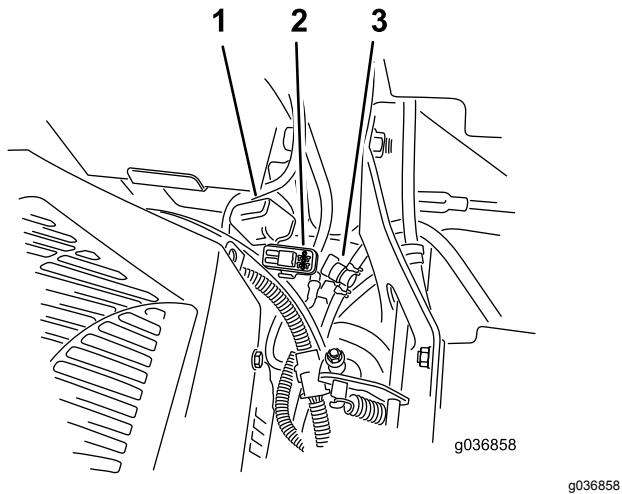

Figura 55
Los fusibles están situados en la consola de la derecha, junto al asiento (Figura 55).
2. Instale un fusible nuevo (Figura 55).